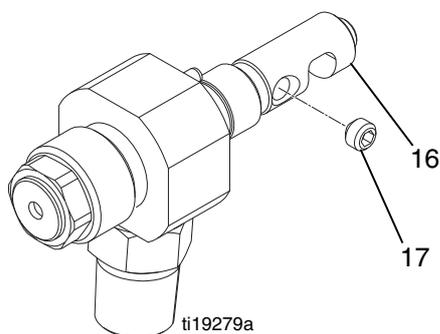

FIG. 14
4. Installare la guida della molla (16) e sistemarla contro l'ago. Avvitare senza stringere le viti di regolazione (17) nella guida della molla e serrarle alternativamente a 10-15 pollici-lb (1,1-1,6 N•m). Riempire le cavità delle viti di regolazione con gelatina minerale. Vedere la FIG. 14.